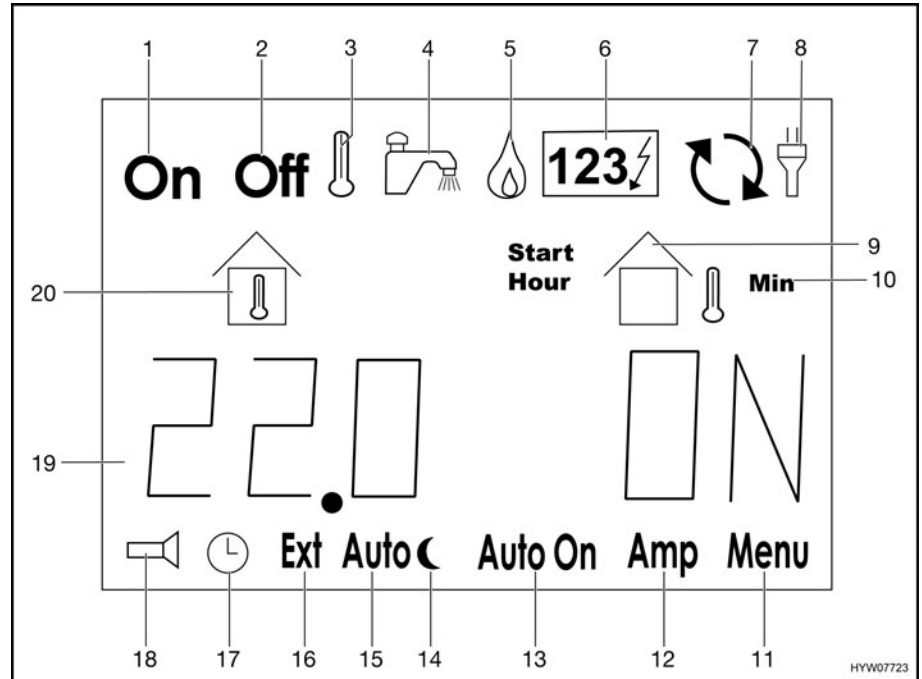

Fig. 161 Visualizaciones en el display LCD
En la línea de información (Fig. 161,19) se visualizan en forma de texto indicaciones de temperaturas, tiempos y estados de funcionamiento o también mensajes de error.
- Presionar la tecla ">" (Fig. 160,4) hasta que el símbolo "🔥" (Fig. 161,5) parpadee.
- Presionar la tecla ">" (Fig. 160,4) hasta que el símbolo "1237" (Fig. 161,6) parpadee.
- Pulsar la tecla "▷" (Fig. 160,4). El símbolo "Off" (Fig. 161,2) parpadea.
- Pulsar la tecla "+/On" (Fig. 160,3). El símbolo "On" (Fig. 161,1) parpadea. La calefacción arranca automáticamente.
- Pulsar la tecla "▷" (Fig. 160,4). El símbolo "On" (Fig. 161,1) parpadea.
- Pulsar la tecla "-/Off" (Fig. 160,5). El símbolo "Off" (Fig. 161,2) parpadea. La calefacción se desconecta.
- Presionar la tecla "▷" (Fig. 160,4) hasta que parpadee el símbolo "Menu" (Fig. 161,11).
- Cuando en la línea de información (Fig. 161,19) se visualice "OF", pulsar la tecla "▷" las veces que sean necesarias para que se visualice "PU".